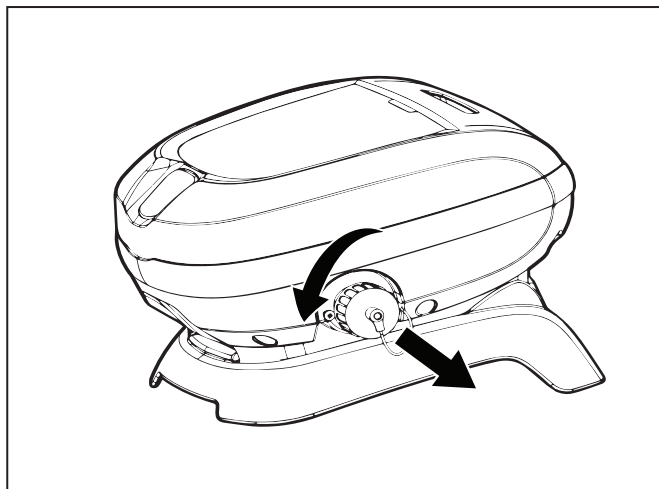

Figura 2. Quitar la tapa protectora
2. Desenrosque la tapa protectora para el cable flotante del lateral de la unidad de control girándola en sentido antihorario (Figura 2).